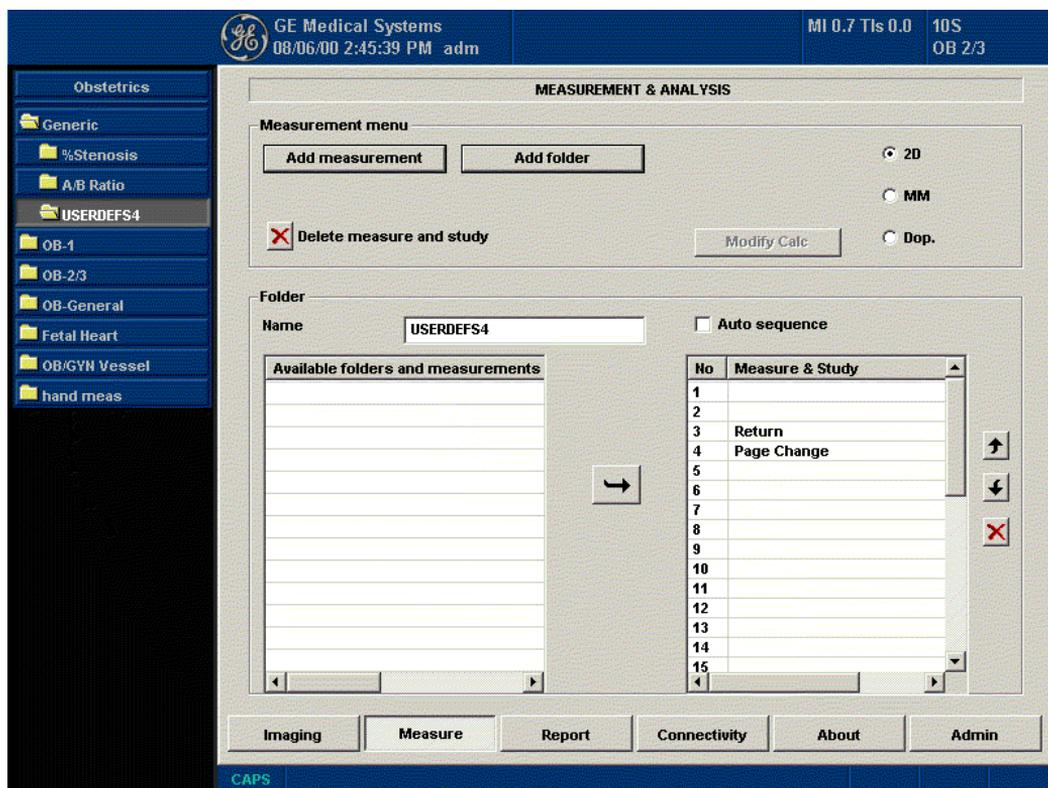

Рис. 7-21. Измерение и анализ: Добавление папки
2. В секции меню Measurement (Измерение) выберите пункт Add folder (Добавить папку). Система добавит папку с именем USERDEFS1. Эта папка отобразится в меню Selection (Выбор). См. Рис. 7-21.